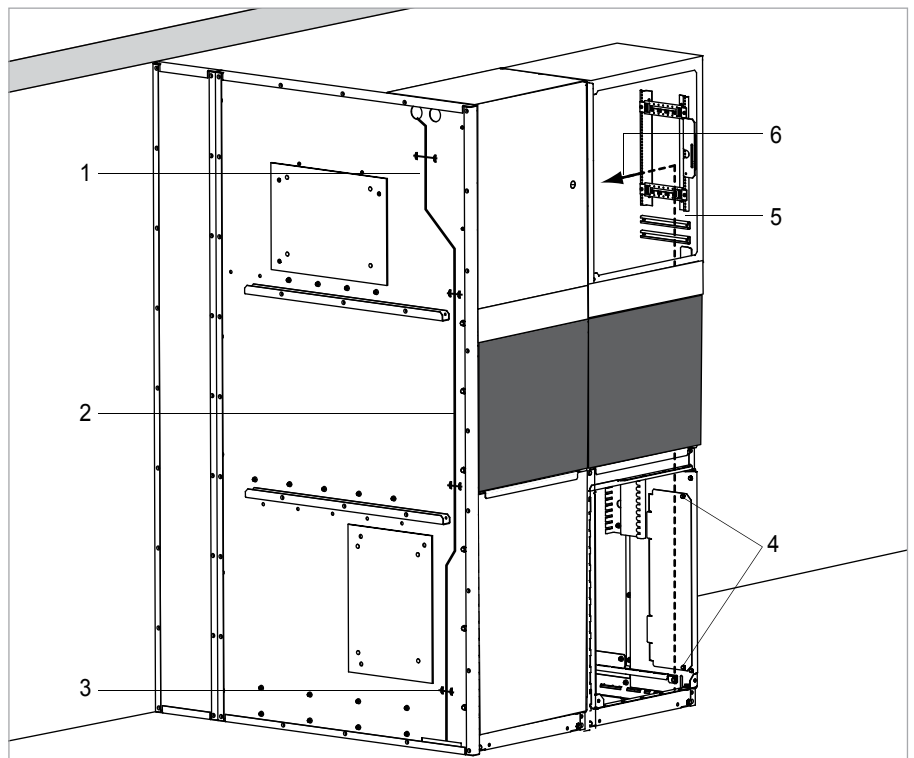

Fig. 42
Les câbles basse tension spécifiques au client sont toujours posés en standard sur le côté intérieur droit d'une cellule depuis le caniveau vers l'armoire basse tension (voir Fig. 42).
1. Poser les câbles externes depuis le caniveau dans le passage de câble de la cellule vers l'armoire basse tension. Fixer les câbles à l'aide d'attache-câbles à la cellule (Fig. 42).
- Pose latérale des câbles à la cellule, fixation avec attache-câbles et si nécessaire avec des colliers à coller (Fig. 42). Accès à l'armoire basse tension par les orifices de câble périphérique (côté gauche) ou par la niche de l'appareil (côté droit).
- Pose des câbles dans le passage de câbles de la paroi latérale (Fig. 42). Accès à l'armoire basse tension par les orifices de câble périphérique.